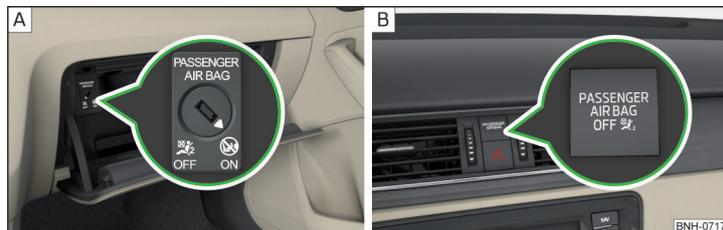

Fig. 23 Conmutador de llave para el airbag lateral del acompañante/Testigo para el airbag delantero del acompañante
El airbag frontal del acompañante se puede desconectar con el conmutador de llave » [fig. 23 de la pág. 27 - \[A\]](#).
Posiciones del conmutador de llave » [fig. 23 - \[A\]](#)
**OFF** El airbag frontal del acompañante está apagado - después de encender la conexión ilumina el testigo de control 1)  » [fig. 23 - \[B\]](#)